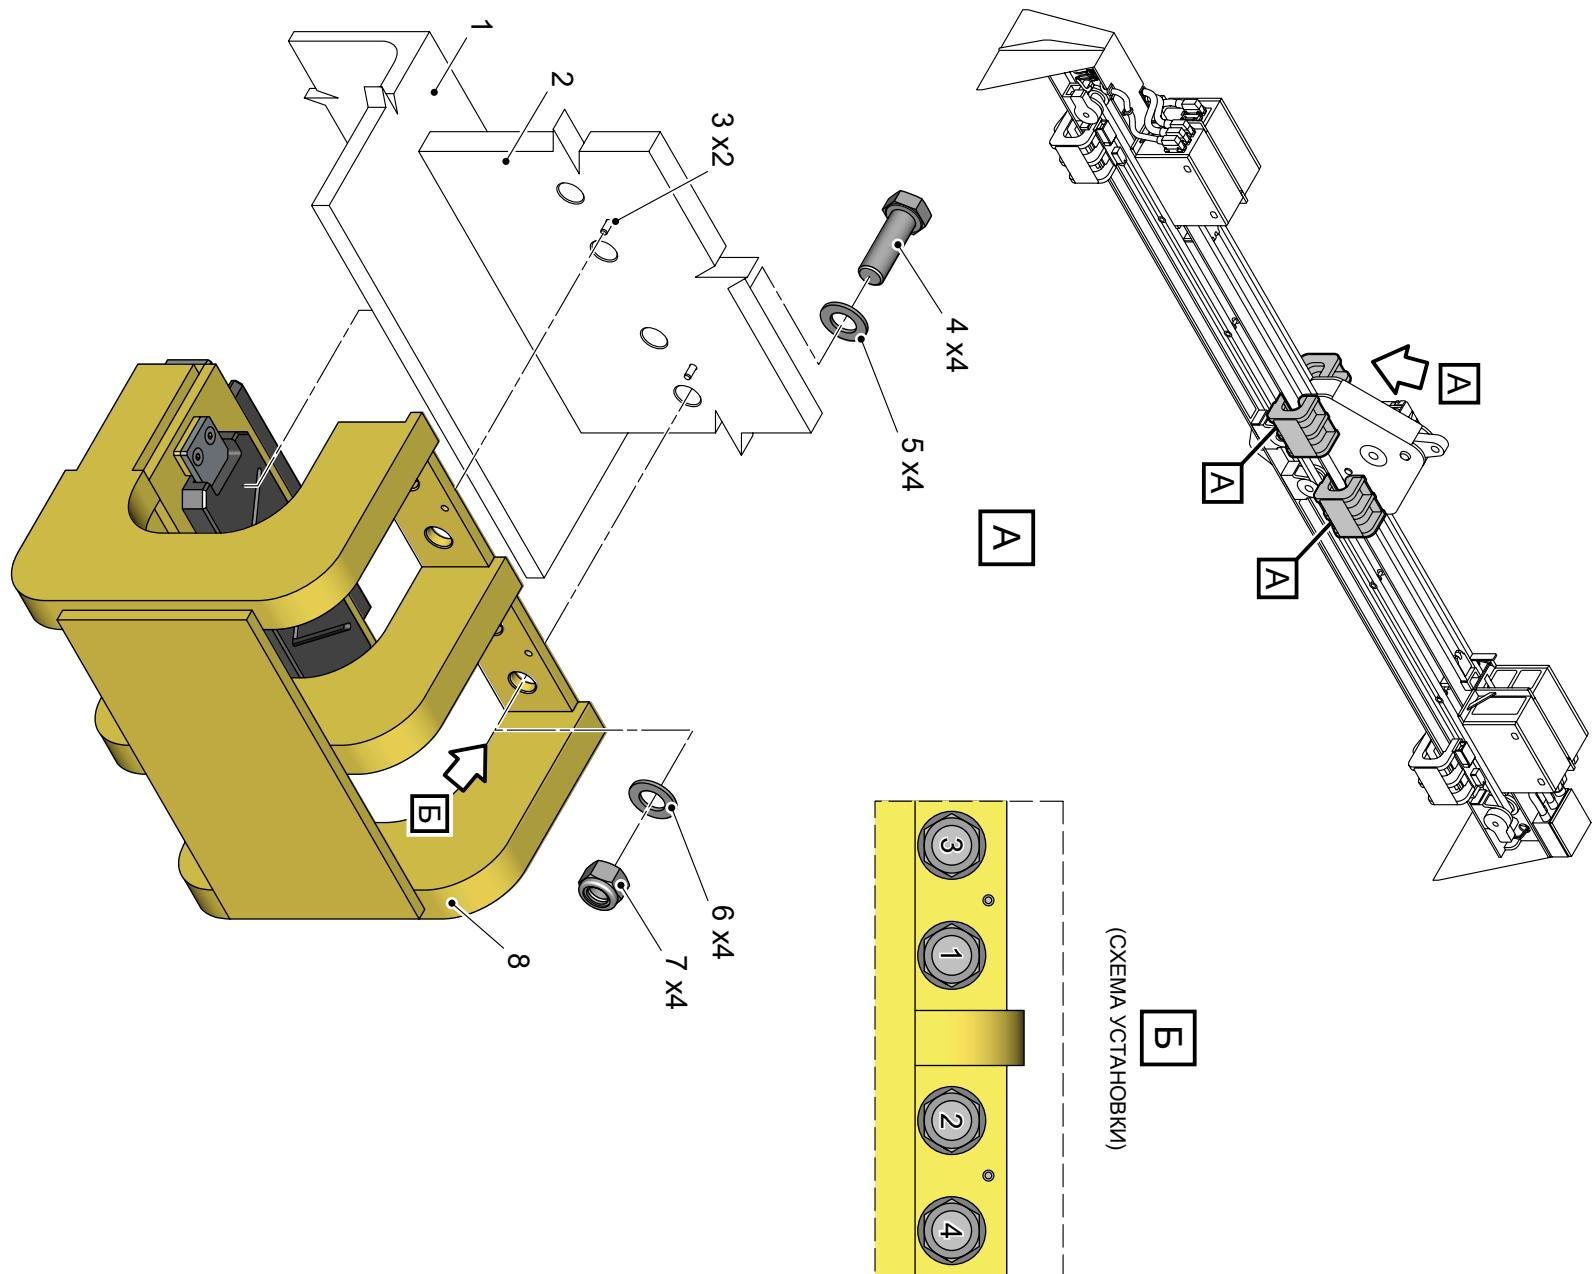

Рисунок 201 — Демонтаж и монтаж опоры
4.4 Установите шайбы (6) и гайки (7).	4.5 Заверните гайки (7) согласно схеме установки рис. 201 с моментом затяжки 418 ± 5 Н·м.